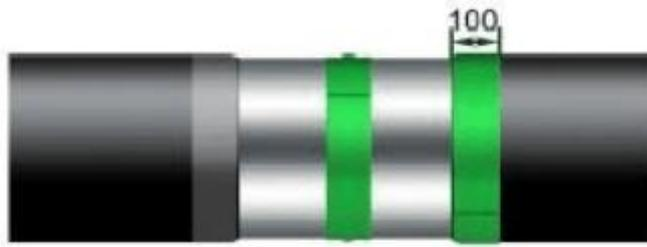

图5
③HLD 粘弹体防腐胶带与管体预制的 PE、PP 或 FBE 涂层搭接长度不应小于 100mm，如图5所示，先使用 100mm 宽胶带原位缠绕一周，自 10 点钟或 2 点钟位置开始向下缠绕；